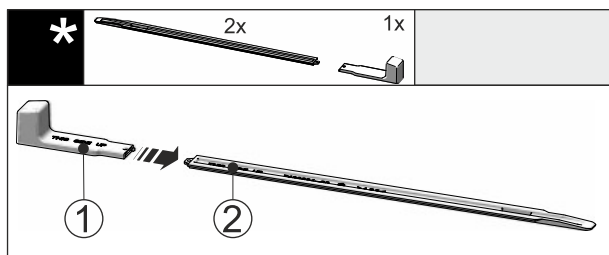

Fig. 46
- Nasuňte montážnu rukoväť Fig. 46 (1) na nivelačnú koľajničku Fig. 46 (2).